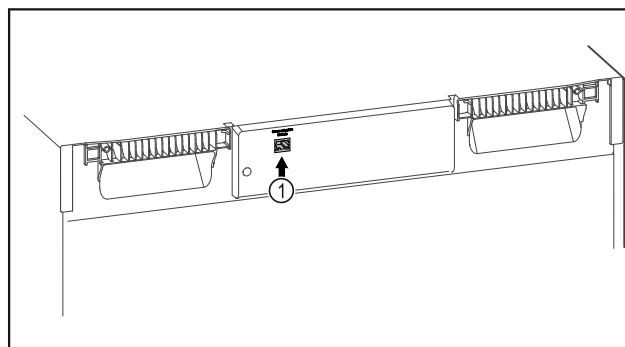

Fig. 100
- SmartModule Fig. 100 (1) inserito.